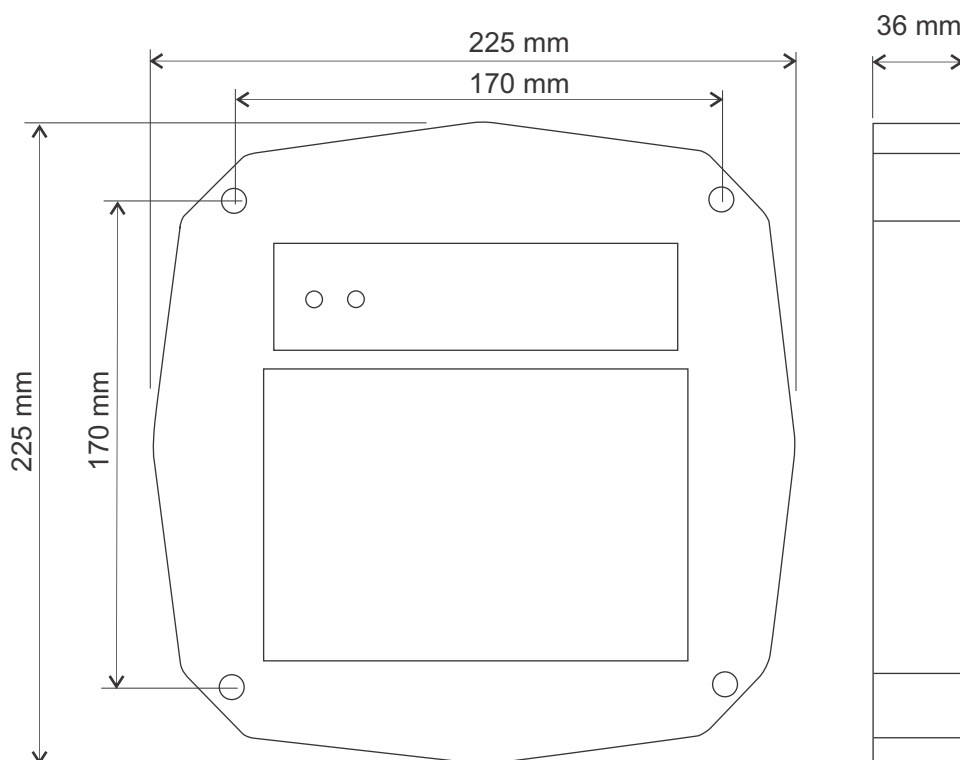

Bild 1. Mått.
- Märk ut och borra fästhål i samma storlek som hålen i läsarens kåpa; (Bild 1);